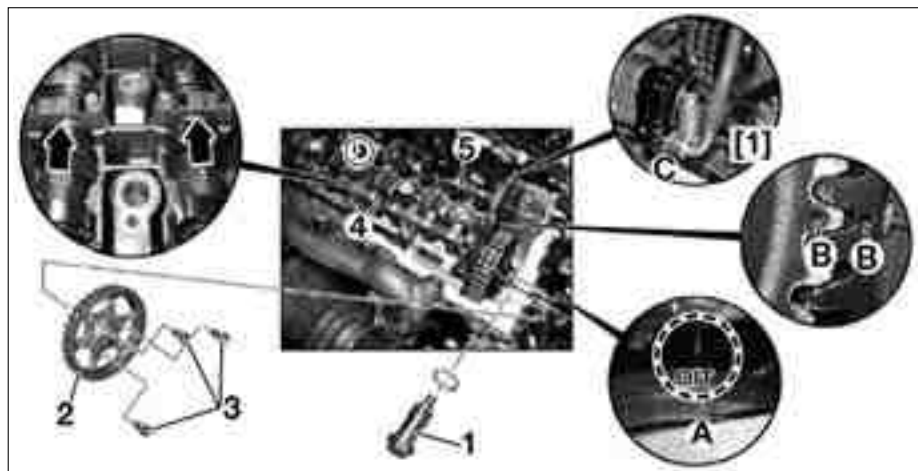

FIG. 54
- Poner el pistón del 1º cilindro en PMS encendido (marca «OT» frente a la marca en la carcasa del cárter de distribución) (A) (fig. 54).
Poner correctamente el eje de levas de admisión (5) y el eje de levas de escape (4) a la altura del apoyo axial (flechas) (fig. 54).